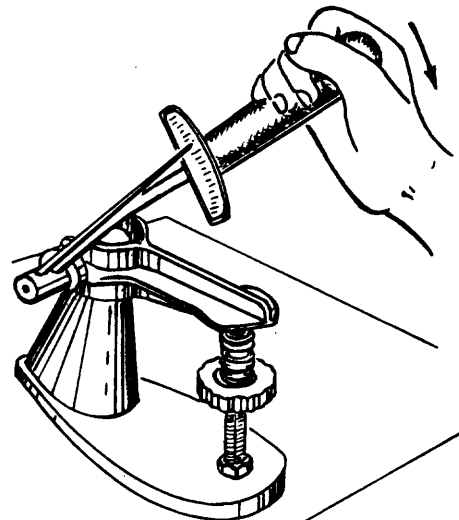

Fig. 2
- c Compruebe la tensión de los resortes (fig. 2), según especificaciones del fabricante.